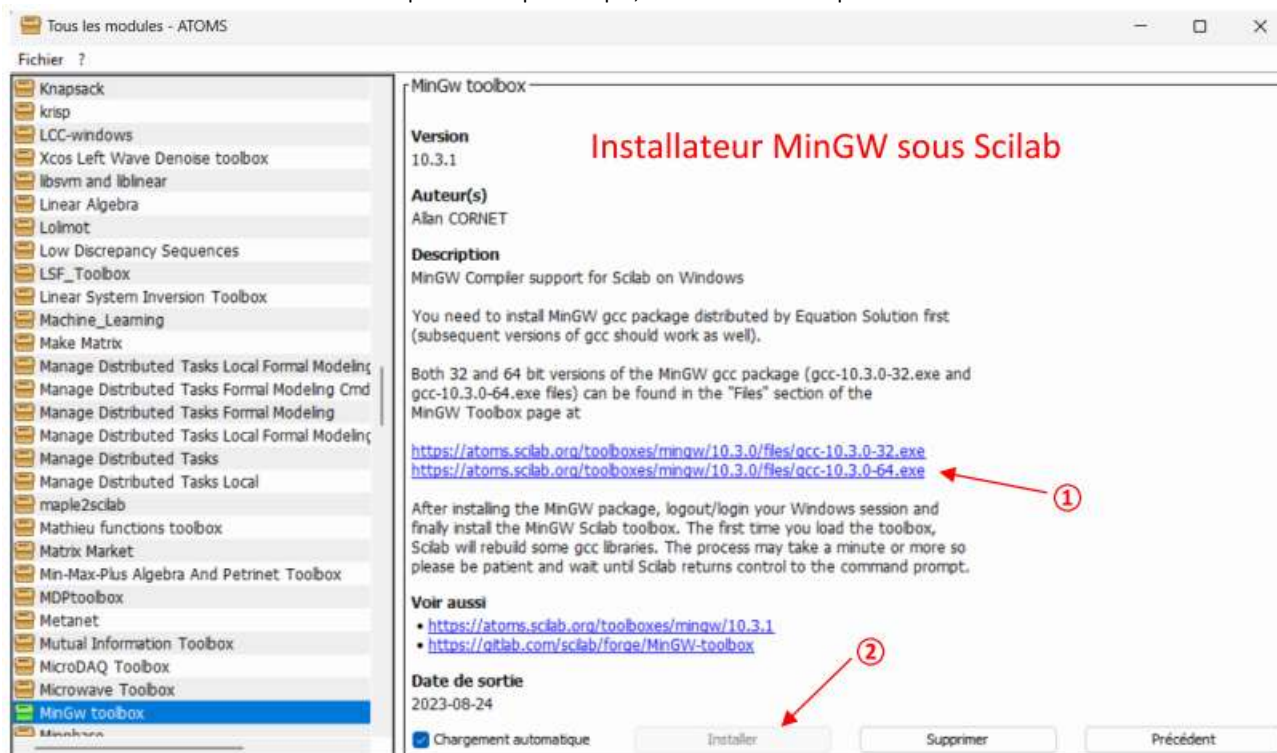

Figure 10 : Installateur MinGW sous Scilab
4. Finir l'installation de MinGW en cliquant sur « Installer », comme indiqué en ② sur la Figure 10